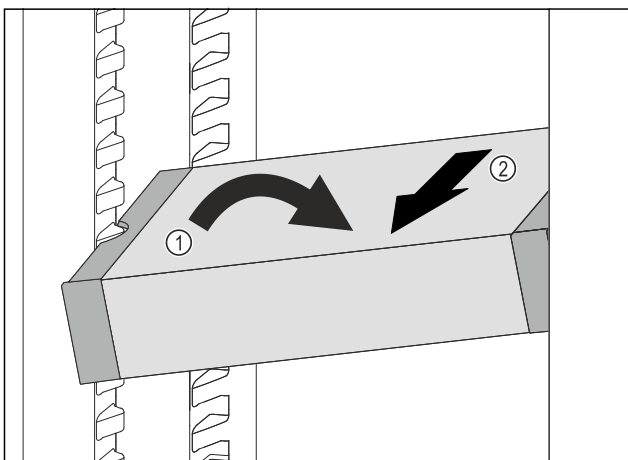

Fig. 131
- ▶ VarioSafe im Kühlteil schräg stellen. Fig. 131 (1)
- ▶ VarioSafe nach vorne entnehmen. Fig. 131 (2)